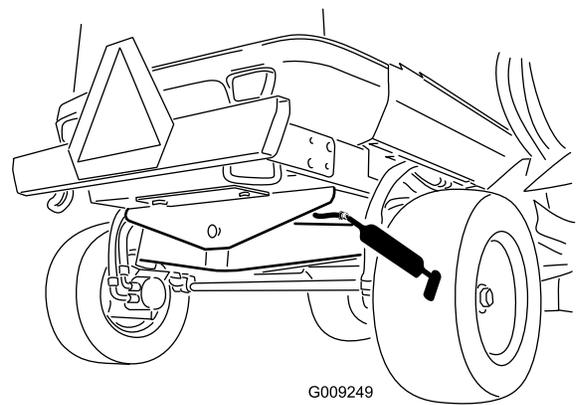

Figure 79
- 1 bague de pivot d'essieu arrière (Figure 79)